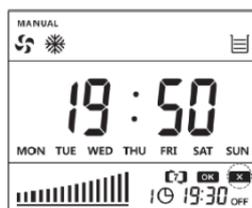

Figura 8.3.1
- Cuando se está realizando el proceso de hora de encendido y hora de apagado, en el paso de la (figura 8.1.4 y 8.2.4) utiliza las teclas  y  selecciona el icono  que empezara a parpadear, después pulsar el botón  y se confirmará el estado de "standby" en la hora de encendido y apagado. (ver figura 8.3.1). Esta cancelación desactiva la orden de encender y apagar el evaporativo pero mantiene la franja horaria por si en alguna ocasión se quiere volver a activar.